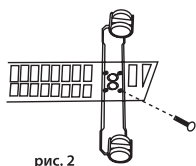

рис. 2
- Закрепите опорные пластины (1) с колёсиками при помощи винтов для крепления опорных пластин (рис. 2).